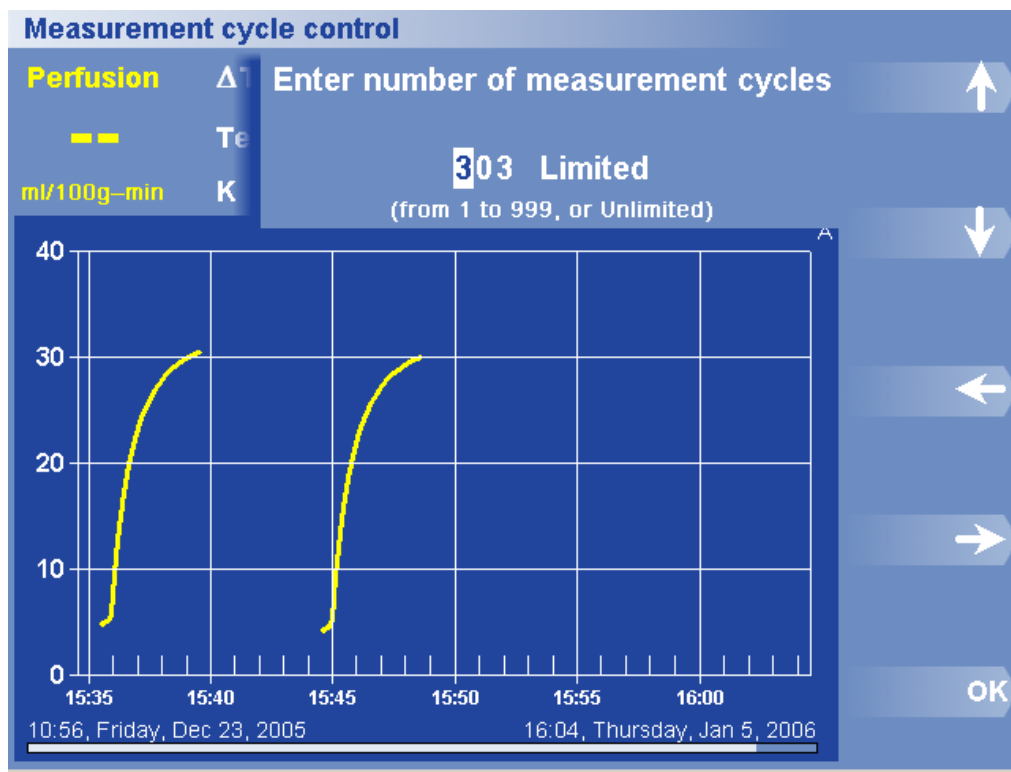

Figura 39. Caixa de Diálogo e Menu Número de Ciclos
2. Prima Number of Cycles (Número de Ciclos). Aparece a caixa de diálogo Número de Ciclos (Figura 39).